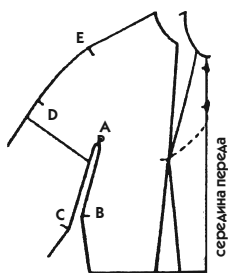

Рис. 738
2. Проведите линию рельефа так, как вы ее видите на рис. 738, не обращая внимания, где она закончится у проймы.